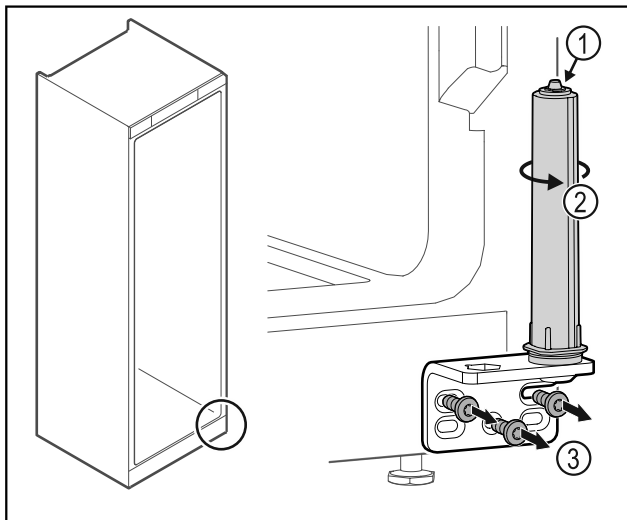

Fig. 38
- No desensamblar el sistema de cierre de la puerta Fig. 38 (1).
- ▶ Girar el sistema de cierre Fig. 38 (2) hasta que haga clic.
- ▶ Desatornillar la escuadra de bisagra Fig. 38 (3).